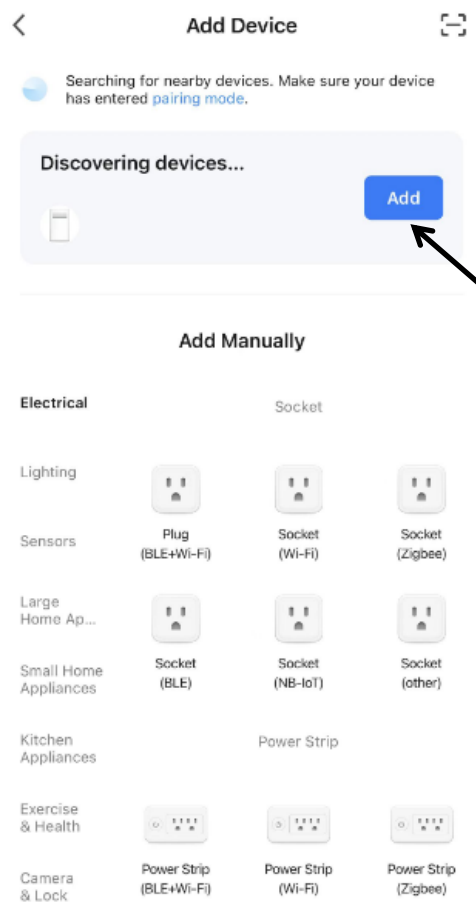
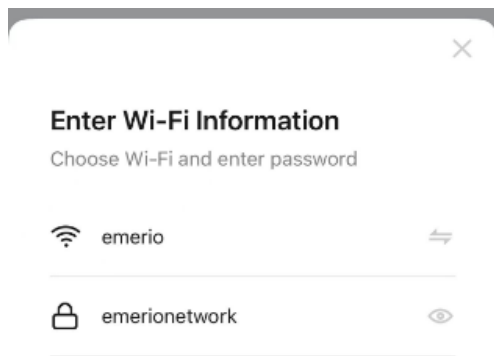

Fig. 2
Fig. 3
- 2) L'apparecchio verrà rilevato automaticamente dall'app. Seguire le istruzioni a schermo e premere "Add" (Fig. 2), quindi "Next" (Fig. 3).